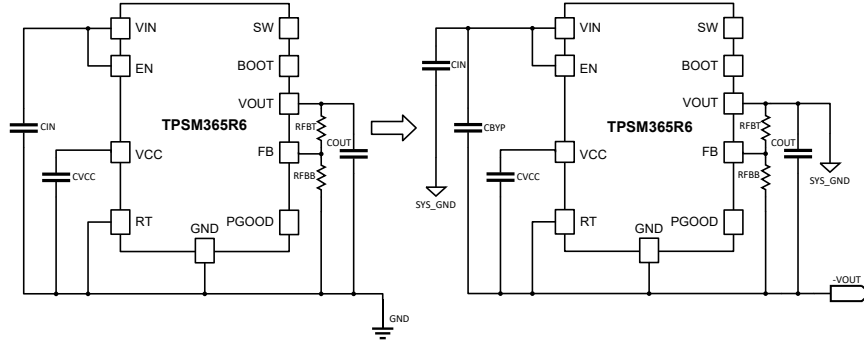

图 1-1. 从降压转换为反相降压/升压拓扑
在标准配置中，TPSM365R6 IC 可承受其 V_{IN} 和 IC GND 引脚之间的 65V 差值。但在 IBB 中，TPSM365R6 IC GND 以负输出电压引脚 $-V_{OUT}$ 为基准，请参阅图 1-1。TPSM365R6 的 V_{IN} 和 TPSM365R6 IC GND 引脚之间将产生从 V_{IN} 至 $-V_{OUT}$ 的电势差，可有效限制 TPSM365R6 模块在反相降压/升压配置中的输入电压范围。例如，对于 $-12V$ 的输出电压，最大输入电压将为 53V，这会导致 TPSM365R6 IC 的 V_{IN} 和 GND 引脚之间产生 65V 的电位差。TPSM365R6 IBB 拓扑中的输出电压范围为 $-1.8V$ 至 $-13V$ 。
标准降压评估模块的 CIN 在反相降压/升压配置中充当旁路电容器，如图 1-1 所示。所含的这个电容器将具有来自评估板的固有 2.2 μF 电容，但可以添加更多旁路电容以提高负载瞬态性能。
当增加更多的输出电容时，稳定性是系统中的一个重要因素。稳定设计的一般经验法则是所需的相位裕度 (PM) 至少为 45° 且低于 70°。在某些情况下，为了保持系统开环条件的稳定性，需要使用前馈电容器 C_{ff}。TPSM365R6 EVM 本身包含一个 10 μF 前馈电容器。作为一般经验法则，方程式 5 可用于确定 C_{ff} 的有效值。C_{ff} 将放置在 RFBT 电阻器上，如图 1-1 所示。